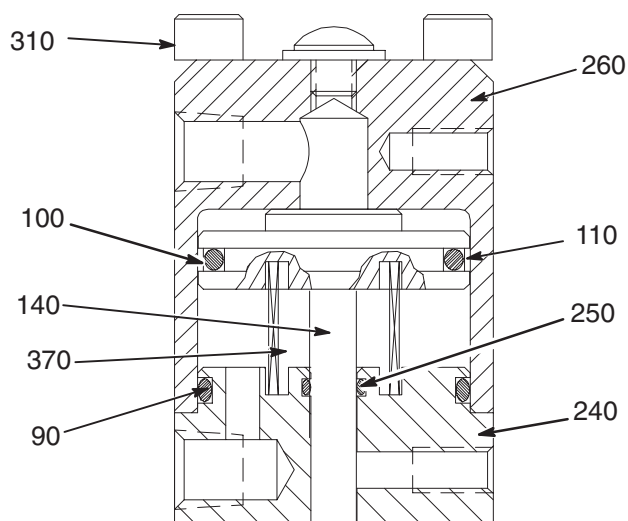
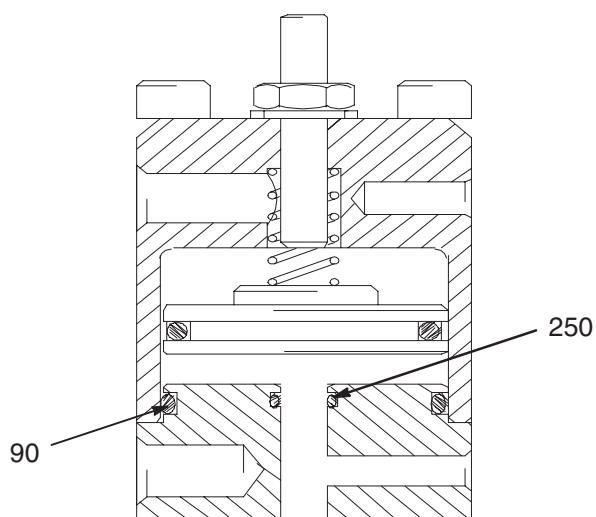

Fig. 10 Válvula "Snuff-Back" representada
Fig. 11 Válvulas con sello de base
4. Vuelva a colocar la tapa y la base (Fig. 10):
- a. Lubrique la junta tórica (100) y el anillo (110).
- b. Introduzca la junta tórica (100) en la ranura del pistón de la aguja (140).
- c. Deslice el anillo (110) sobre la junta tórica (100).
- d. Lubrique y después vuelva a colocar las juntas tóricas (90) y (250). En los modelos con sello de base, introduzca el muelle (Fig. 11).
- e. Introduzca el conjunto de la aguja en la tapa del cilindro (260).
- f. Coloque el muelle (370) sobre el eje de la aguja/del pistón. En los modelos "snuff-back" asiente el muelle en la ranura de la superficie del pistón (Fig. 10).
- g. Deslice la base (240) sobre la aguja, dentro de la tapa del cilindro (260). Asiente el muelle (370) en la ranura de la base.